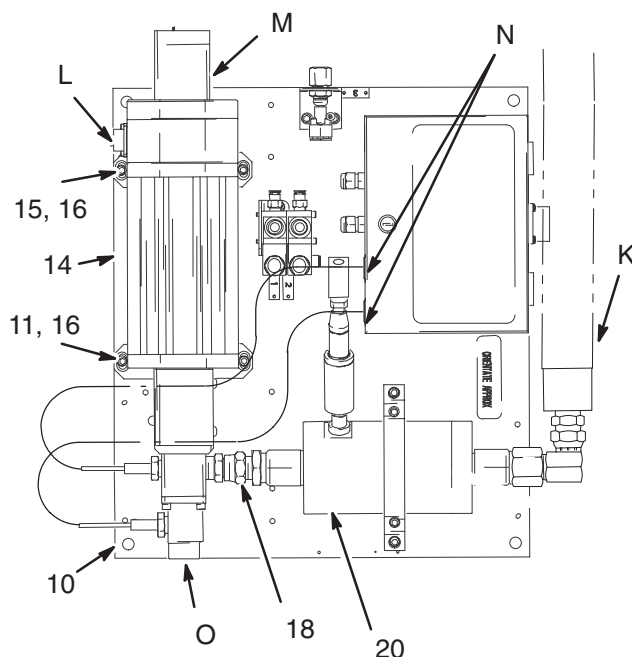

Fig. 13
- Válvula dosificadora (14) (Fig. 13)
2. Desconecte el cable de alimentación del motor del conector de la válvula dosificadora (L). Vea la Fig. 13.
3. Desconecte los cables del sensor de presión de los conectores de la caja de empalmes (N).
4. Desconecte la línea de aire del cerrador de la entrada de aire del cerrador (M).
5. Desconecte la línea de producto de la salida de producto de la válvula dosificadora (O).
6. Desconecte la pieza de acoplamiento giratoria (18) de la válvula dosificadora.
7. Saque los tornillos (16), de la ménsula trasera de la válvula dosificadora (15).
8. Saque los tornillos (16) de la ménsula delantera de la válvula dosificadora (11).
9. La válvula dosificadora (14) pesa aproximadamente 8,16 kg. Levántela cuidadosamente de la placa de montaje (10).